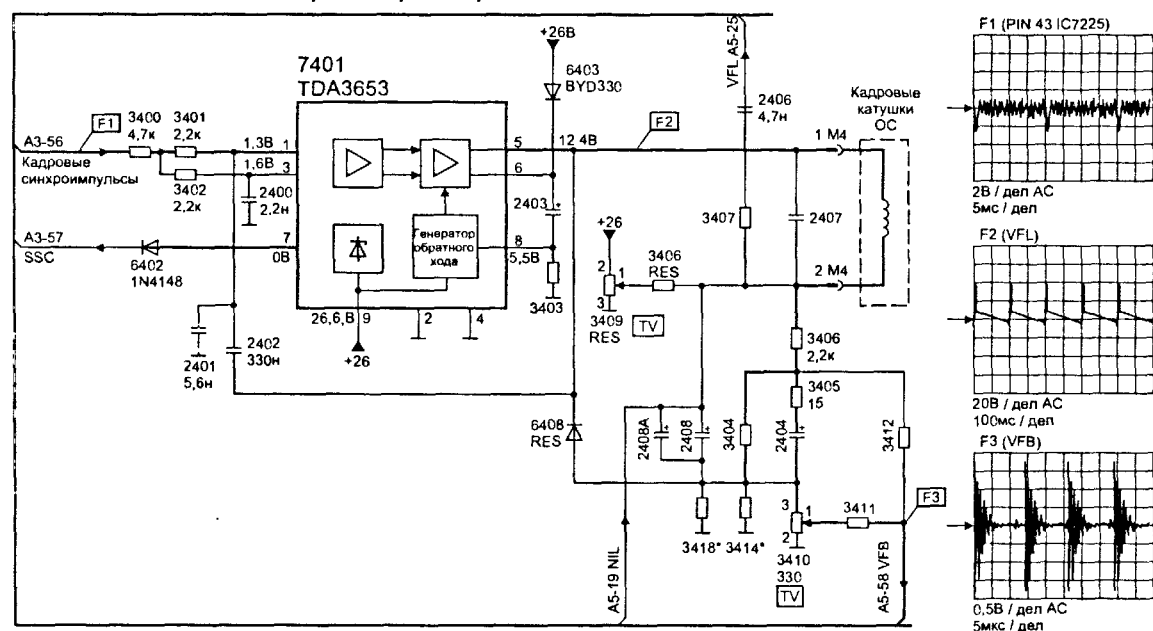

Рис. 8.12
**Узел 5** (рис. 8.12). Кадровая развертка реализована на микросхеме 7401. Кадровые синхроимпульсы с выв. 43 микросхемы 7225 поступают на выв. 1, 3 микросхемы 7401. С выв. 5 импульсы кадровой частоты подаются на отклоняющую систему.